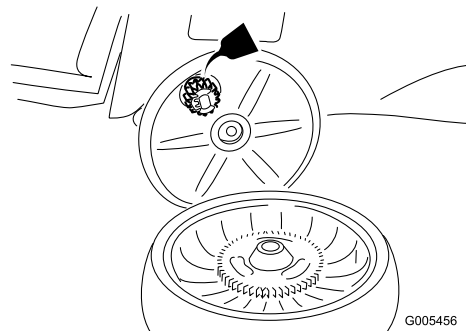

Bild 25
2. Tragen Sie ein Schmieröl am Getriebe auf, siehe Bild 25.